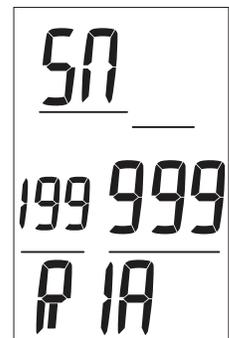

Fig. 46 - NUMÉRO DE SÉRIE
**Numéro de série** : paramètres affichés (Fig. 46)